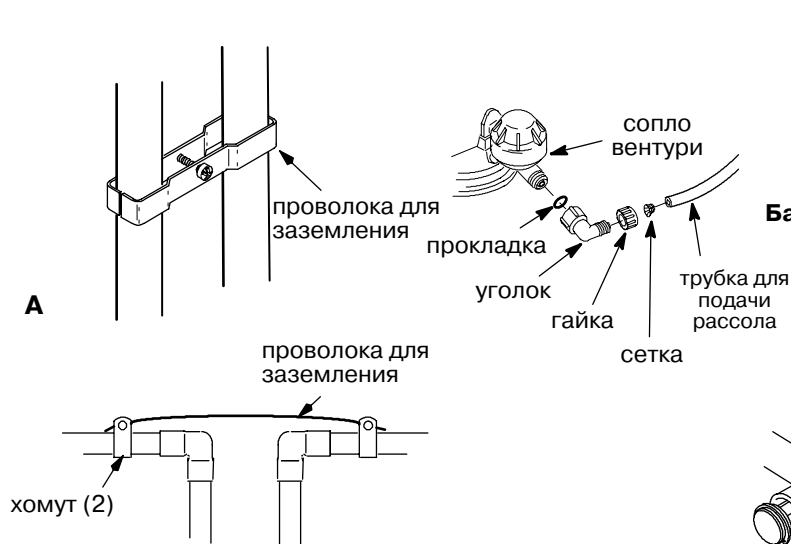

Рис. 7
а) установите проволоку между концевиками аппарата, **рис. 7А**.
б) установите провод сечением не менее 4мм² на двух хомутах между трубами магистрали в месте разрыва, **рис. 7В**.
11. В случае модели с отдельным солевым баком подсоедините трубку подачи рассола к соплу вентури (**рис. 7**).